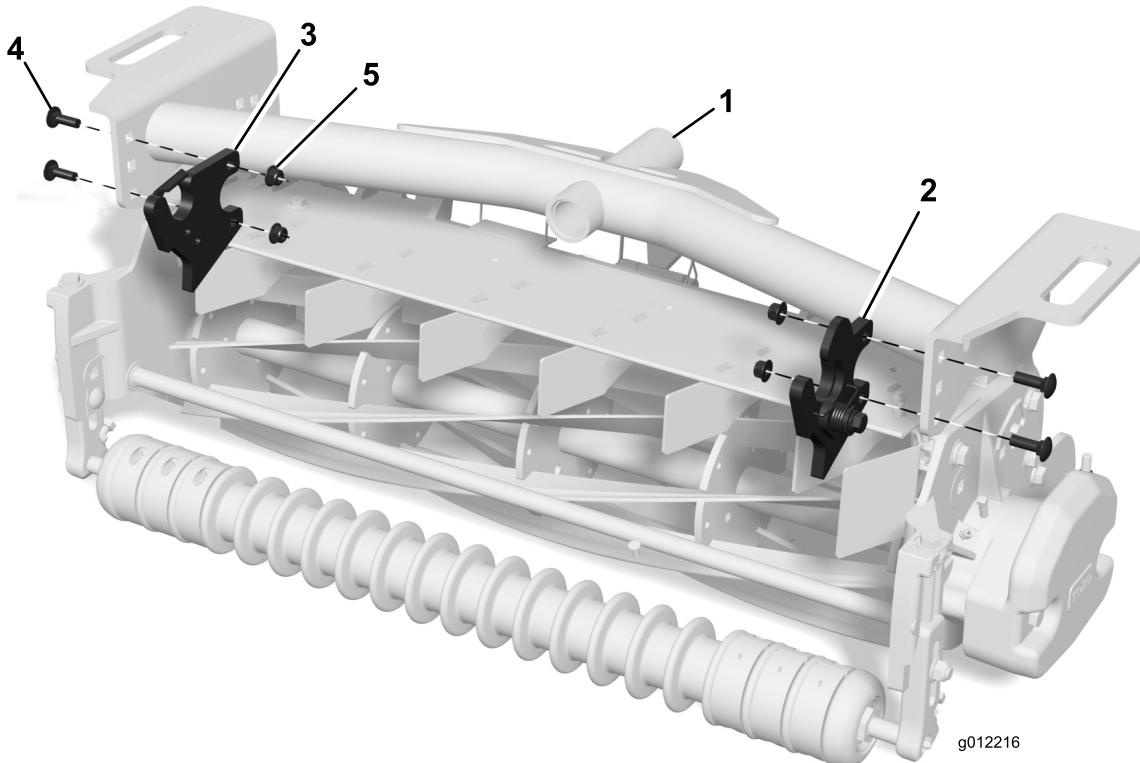

Figure 4
3. Fixez un guide à l'intérieur du côté droit de chaque bâti porteur au moyen de 2 boulons de carrosserie (5/16" x 1") et 2 écrous à embase (5/16"), comme montré à la Figure 4.
(5/16" x 1") et 2 écrous à embase (5/16"), comme montré à la Figure 4.